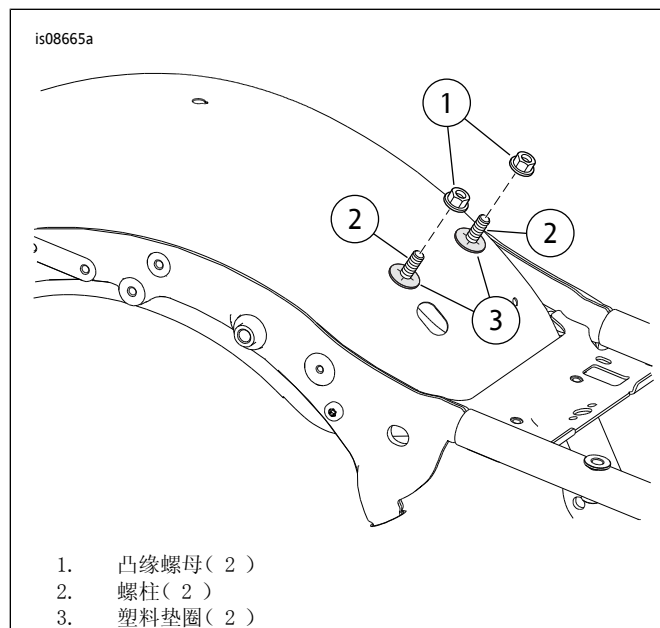

图2。安装五金件
3. 参见图2。拆下螺母(1)。将垫圈(3)和螺柱(2)留在原位。
5. 图2将安装底座置于螺柱(2)和塑料垫圈(3)上方。